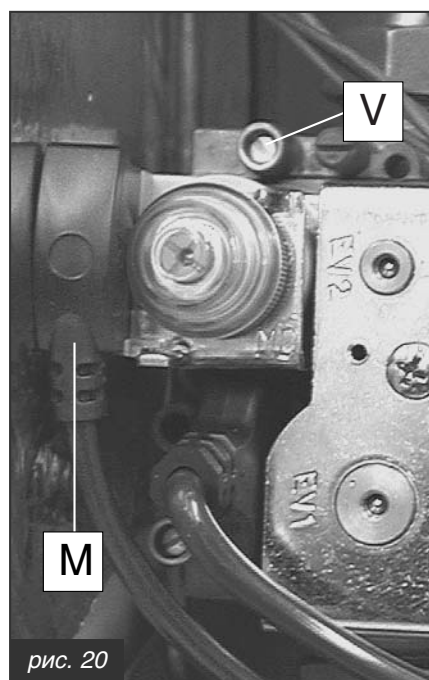

рис. 20
- соединить манометр к ниппелю отбора давления **V** (рис. 20);
- отсоединить электроколодку бобины модулятора (**M** на рис. 20);